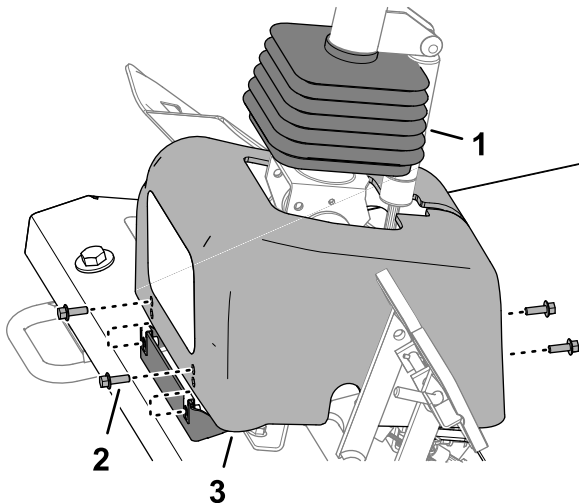

Figure 19
1. Déposez le soufflet du couvercle du mécanisme de direction et soulevez-le (Figure 19).
2. Retirez les 4 vis à embase qui fixent le couvercle du mécanisme de direction sur les supports, et déposez le couvercle (Figure 19).